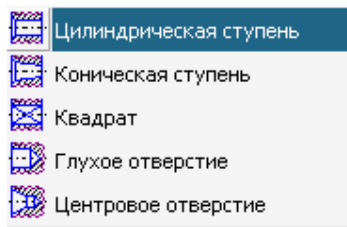

Рисунок 1.21 - Спливаюче меню
3. натисніть в нижній частині вікна системи Shaft 2 D на панелі інструментів по кнопці  - **Простые ступени**. З'явиться меню, що спливає (рисунок 1.21);